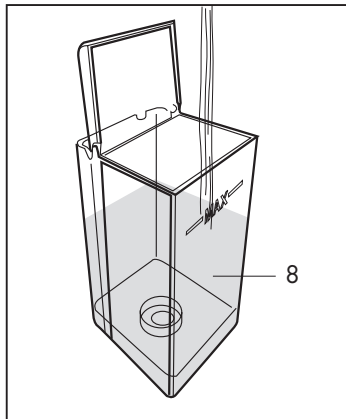

Fig. 2
- Remplir le réservoir d'un maximum de 2,5 litres d'eau. **(Fig. 2)**